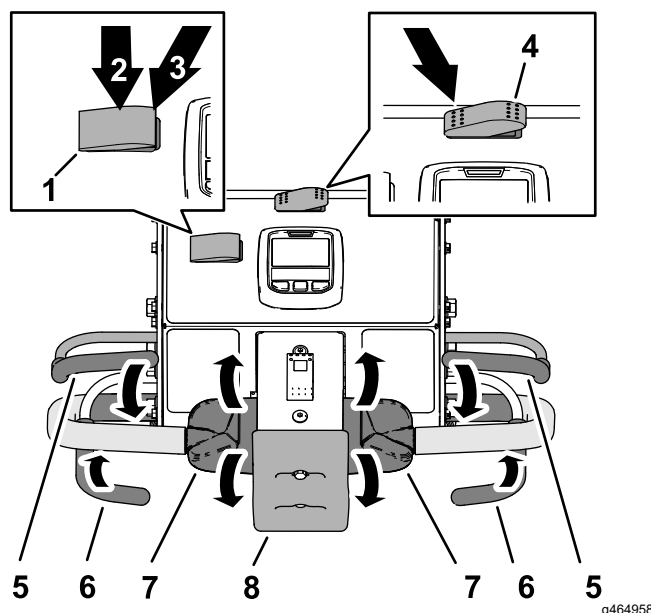

Figura 82
1. Apăsai comutatorul de transport/aerare în poziția AERARE (Figura 82).